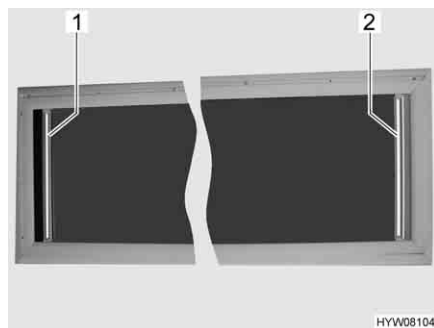

Fig. 51 Finestra apribile sul tetto
- Afferrare la tendina oscurante pieghevole (Fig. 51,2) per la parte centrale della barra di presa, estrarla e rilasciarla nella posizione desiderata. La tendina oscurante pieghevole rimane in questa posizione.
- Afferrare la tendina oscurante pieghevole (Fig. 51,2) per la parte centrale della barra di presa e spingerla lentamente nella posizione iniziale.
- Afferrare la zanzariera a rullo per la parte centrale della barra di presa (Fig. 51,1) ed estrarla, fino a quando non si trova in contatto con la tendina oscurante pieghevole (Fig. 51,2).
- Tirare la barra di presa (Fig. 51,1) della zanzariera a rullo dietro, verso l'alto, e sganciare dalla barra di presa della tendina oscurante pieghevole.